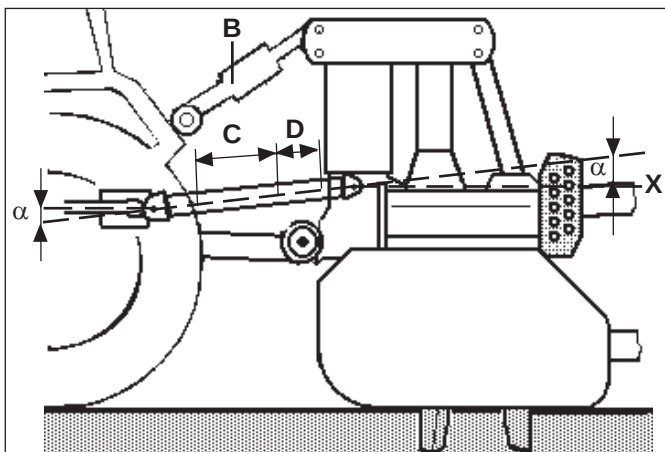
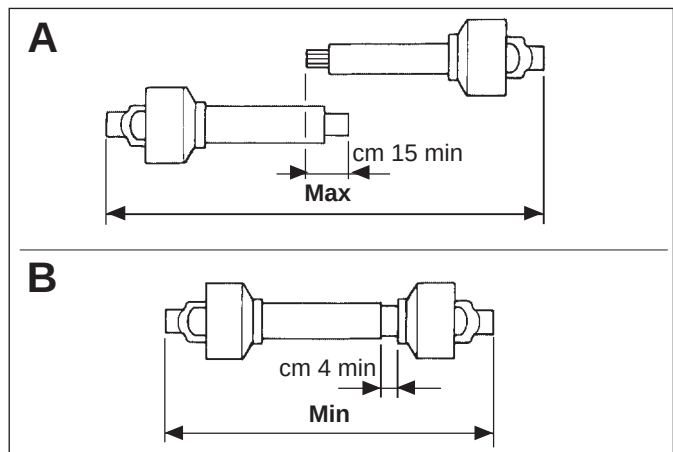

Fig. 22
Fig. 23
- Per ottenere questa posizione occorre aumentare o diminuire la lunghezza della barra superiore dell'attacco (B Fig. 22) in modo da portare l'asse (X Fig. 22) della ghiera scanalata della scatola parallela al suolo.
- Pour obtenir cette position il faut augmenter ou diminuer la longueur de la barre supérieure de l'attelage (B Fig. 22) de manière à placer l'axe (X Fig. 22) de la bague cannelée de la boîte parallèle au sol.
- Um diese Position zu erhalten, muss man die Länge des oberen Lenkers der Anbaukupplung (B Abb. 22) so erhöhen oder verringern, dass die Achse (X Abb. 22) der Keilmutter des Gehäuses parallel zum Boden steht.
- To obtain this position, lengthen or shorten the top link of the hitch (B Fig. 22) until the axis of the splined ring nut (X Fig. 22) is parallel to the ground.
- Para lograr esta posición es necesario aumentar o disminuir la longitud de la barra superior del enganche (B Fig. 22) en modo tal de llevar el eje (X Fig. 22) del anillo ranurado de la caja paralelo al terreno.
- I due angoli (α Fig. 22) formati dalle assi delle forcelle e l'asse dei tubi scorrevoli saranno uguali e non dovranno superare i 15°.
- La copertura (C Fig. 22) dei tubi scorrevoli deve essere di 15 cm minimo (A Fig. 23).
- I due tubi dell'albero di trasmissione a cardano non si devono ricoprire completamente, deve esserci una corsa di sicurezza (D Fig. 22, B Fig. 23) di 4 cm minimo.
- Gli angoli (α Fig. 22) dei cardani non devono superare i 15° (Fig. 22).
- Les deux angles (α Fig. 22) formés par les axes des fourches et l'axe des tubes coulissants seront identiques et ne devront pas dépasser 15°.
- La couverture (C Fig. 22) des tubes coulissants doit être de 15 cm minimum (A Fig. 23).
- Les deux tubes de l'arbre de transmission à cardan ne doivent pas se recouvrir entièrement; il doit y avoir une course de sécurité (D Fig. 22, B Fig. 23) de 4 cm minimum.
- Les angles (α Fig. 22) des cardans ne doivent pas dépasser 15° (Fig. 22).
- Die beiden Winkel (α Abb. 22), die durch die Achsen der Gabeln und die Achse der Gleitrohre gebildet werden, müssen gleich groß sein und dürfen nicht größer als 15° sein.
- Die Strecke (C Abb. 22), um die die beiden Gleitrohre sich überlappen, muss mindestens 15 cm lang sein (A Abb. 23).
- Die beiden Rohre der Gelenkwelle dürfen sich nicht ganz übereinander schieben, sondern es muss immer noch ein Sicherheitshub (D Abb. 22, B Abb. 23) von mindestens 4 cm vorhanden bleiben.
- Die Winkel (X Abb. 22) der Gelenkwellen dürfen den Wert von 15° nicht überschreiten (Abb. 22).
- The two angles (α Fig. 22) formed by the axis of the forks and the axis of the sliding tubes will be equal and must not exceed 15°.
- The sliding tubes must overlap (C Fig. 22) by at least 15 cm (A Fig. 23).
- The two driveline tubes must not completely overlap. There must be a safety travel (D Fig. 22, B Fig. 23) of at least 4 cm.
- The angles (α Fig. 22) of the drivelines must not exceed 15° (Fig. 22).